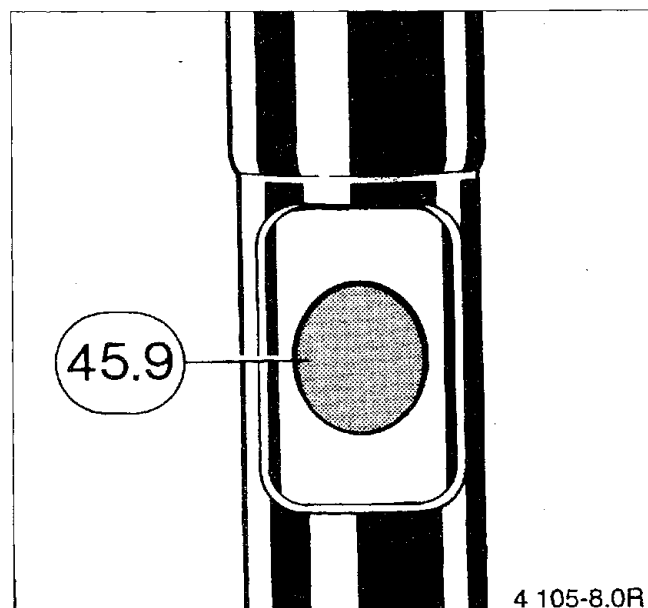

Bild 16
- Abgasrohr (45.9) optisch prüfen (Bild 16)